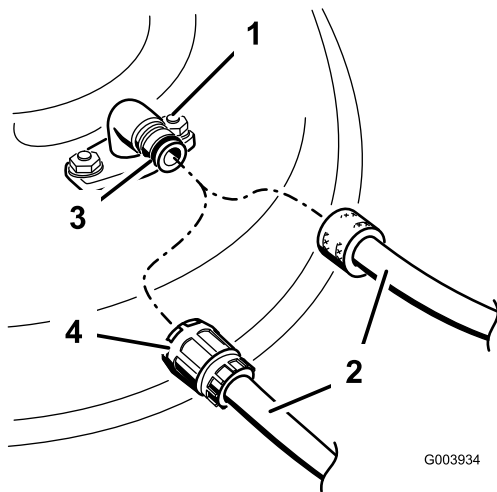

Figura 59
3. Coloque união da mangueira na extremidade de limpeza do cortador e ligue a água em elevado (Figura 59).